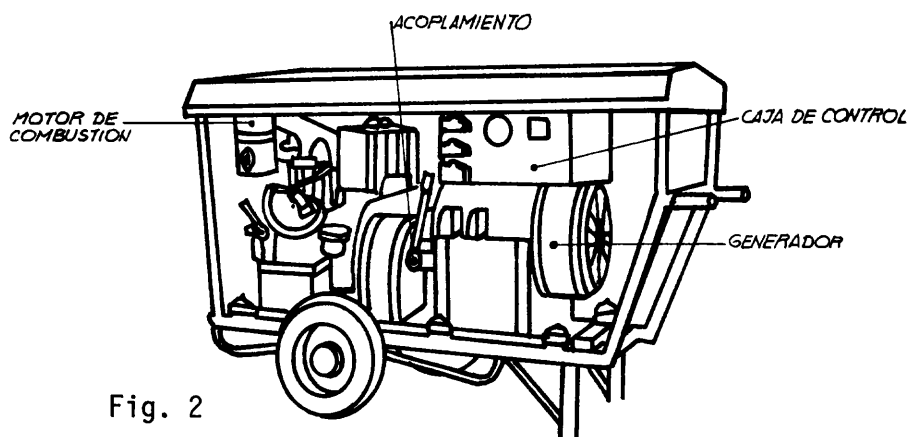

Fig. 2
b) Accionadas por motor a combustión (fig. 2)